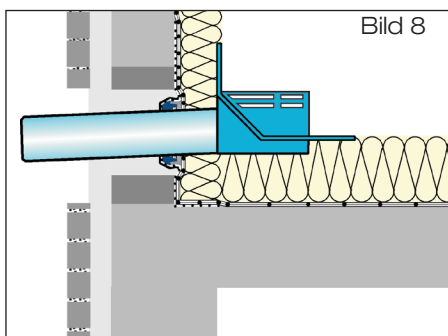

Bild 8
- 2.2 Ablaufrohr des Dachablaufs entsprechend der baulichen Gegebenheiten ablängen. Klemmring innen und Ablaufrohr des Attikaablaufs außen hinreichend mit LORO-X Gleitmittel versehen. Ablaufrohr des Dachablaufs in den Schiebeflansch bis in seine Einbauposition einführen (Bild 8). Entstandene Hohlräume in der Wärmedämmung schließen. Ablaufrohr im Wandbereich mit ausreichender Wärmedämmung versehen und Dachablauf fixieren.